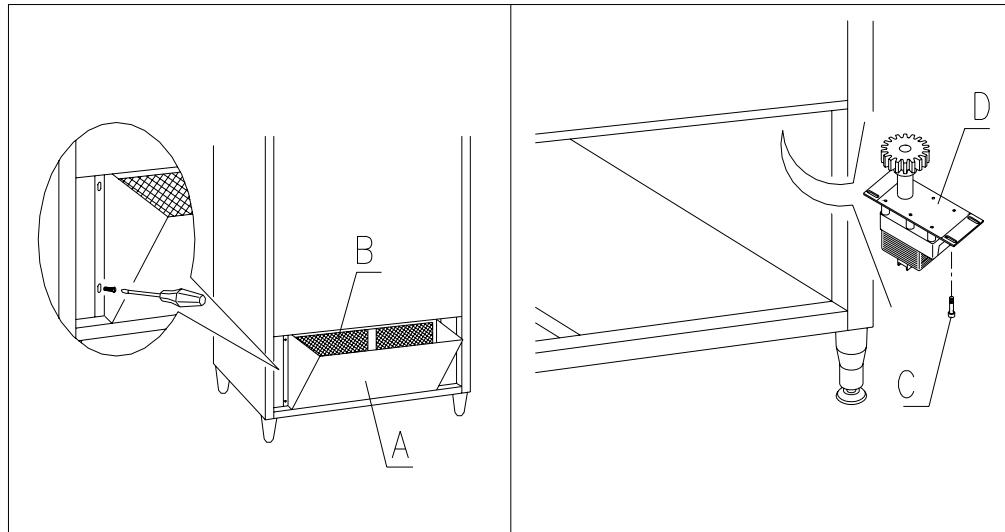

FIG. 18
8.10 SUSTITUCIÓN DEL MOTORREDUCTOR DE ROTACIÓN COLUMNNA (FIG. 18)
1. Girar el árbol del motorreductor hasta que las dos clavijas pos. 2 fig. 18 estén en una posición que permita la introducción de la llave; para poder girar el árbol hay que apretar el embrague pos. 1;
2. Desenroscar las dos clavijas pos. 2;
3. Desenroscar la tuerca de fijación del encoder pos. 4 y, después de haber quitado el conector eléctrico pos. 3 sacar el encoder;